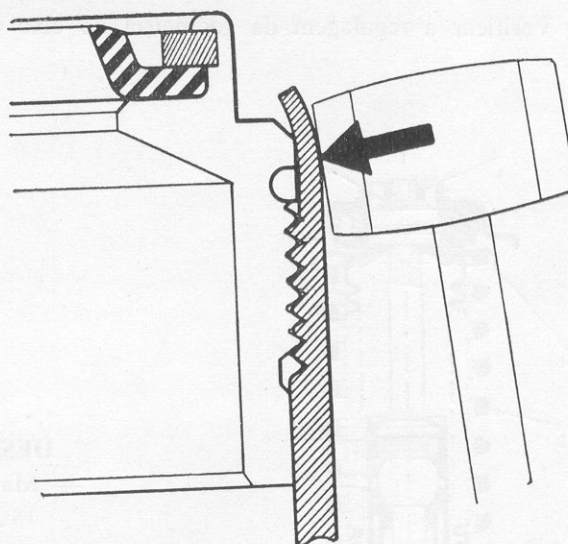

FIG. 7
- Afrouxar a porca até notar-se resistência, usar então um macete de madeira para moldar o tubo contra a parte superior cilíndrica da porca, seguir afrouxando e dando forma ao tubo e continuar assim até que a porca se desprenda livremente sem deformar o tubo. (Ver Fig. 7).